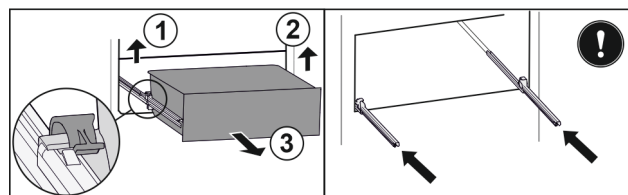

Fig. 116
- ▶ Linke Klemme anheben und gleichzeitig Schubfach links nach vorne ziehen. Fig. 116 (1)
- ▶ Rechte Klemme anheben und gleichzeitig Schubfach rechts nach vorne ziehen. Fig. 116 (2)
- ▶ Schubfach nach vorne entnehmen. Fig. 116 (3)